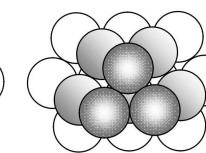

figure 4
- Les centres des sphères se superposent aux trous du premier plan, laissés libres par le second. On obtient la structure **cubique faces centrées** (figure 4). Ce troisième plan différent des précédents est nommé C.